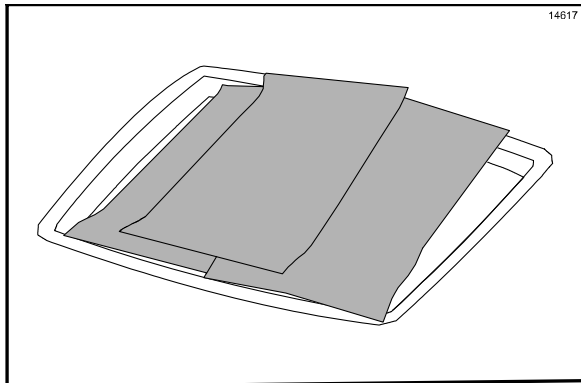

Figura 46
13. Estenda todas as folhas de material antiaderente sobre uma bandeja. NÃO dobre, não faça rugas, nem coloque as folhas sobre objetos afiados. NÃO limpe as folhas no tanque triplo. (Veja a Figura 46.)